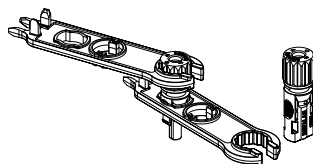

Figura 15. Conector com a porca rosqueada.
2. Insira o pino no conector até que ele trave na posição correta. Rosqueie a “porca” no conector. O torque recomendado é de 2.5 a 3Nm, como visto na figura 15.